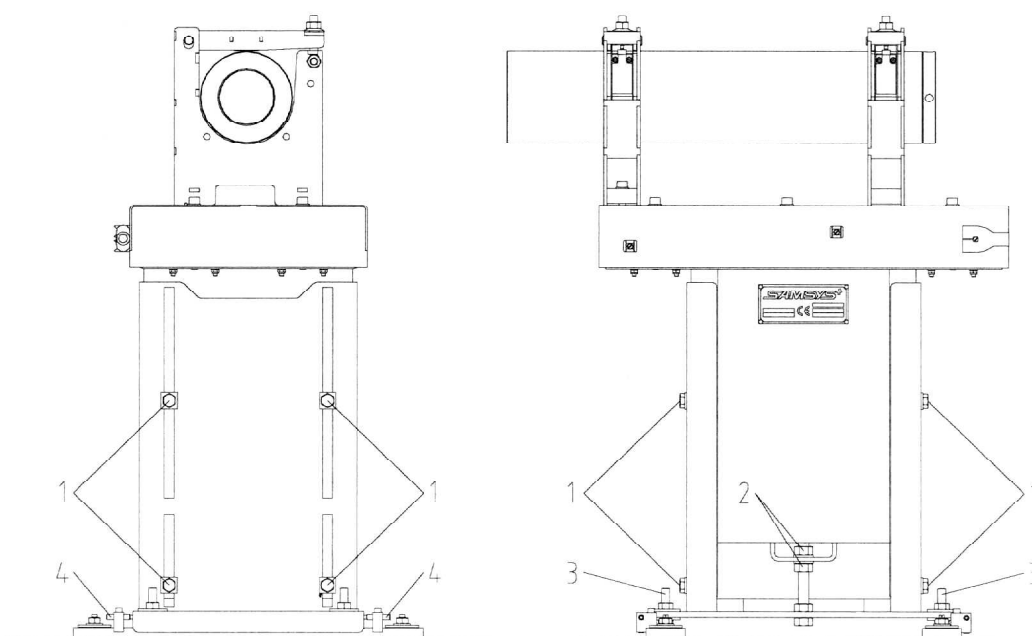

Fig. 12.3 - Préréglage en hauteur
- Ä Desserrer les 8 vis (fig. 12.3 repère 1).
- Ä Agir en vissant ou en dévissant les deux écrous (fig. 12.3 repère 2) jusqu'à ce que la hauteur correcte soit atteinte.
- Ä Resserrer définitivement les 8 vis (fig. 12.3 repère 1).
- U Desserrer les écrous supérieurs (visibles) des goujons (**fig. 12.3 repère 3**).
- W En agissant sur les vis de pression (**fig. 12.3 repère 4**), l'extension de broche se déplace en avant ou en arrière (selon axe Y du tour).